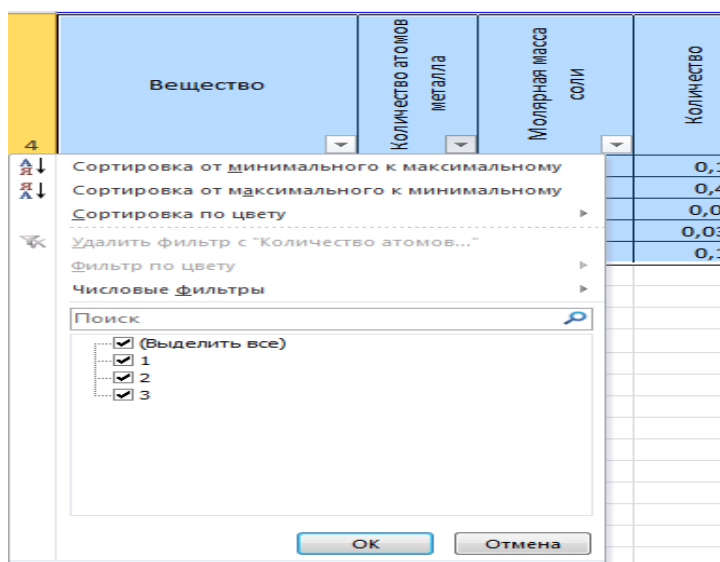

Рисунок 47 – Раскрывающийся список выборки
- раскрыть список столбца, по которому будет производиться выборка (рисунок 47);